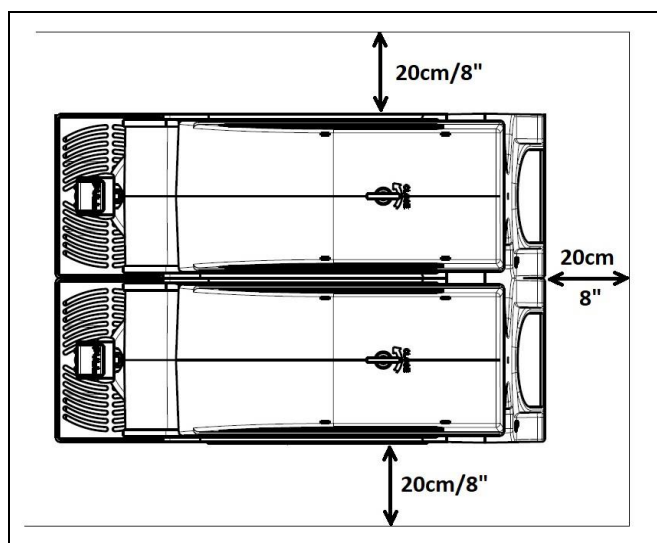

Fig. 19
b) Placer l'appareil sur une surface horizontale et solide en faisant en sorte que la carrosserie de l'appareil soit bien ventilée (au moins 20 cm d'espace libre tout autour, fig.19), installer l'appareil dans un environnement sec et éviter de l'installer à proximité de sources de chaleur. **La température ambiante d'utilisation de la machine doit être comprise entre 24°C et 32°C (entre 75°F et 90°F).**